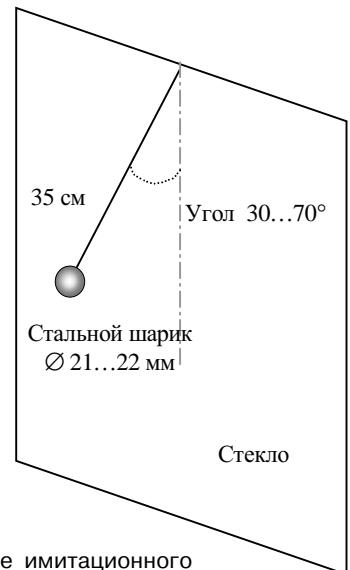

Рис. 3 - Нанесение имитационного удара по стеклу при настройке извещателя
- нанесите в наиболее удаленной части контролируемого стеклянного листа неразрушающий удар испытательным шариком диаметром 21...22 мм, подвешенным на нити длиной 35 см, как показано на рис. 3 (рекомендуемые значения угла отклонения нити подвеса шарика в зависимости от толщины и типа стекла приведены в табл. 1, для стеклоблоков угол отклонения нити 45°);